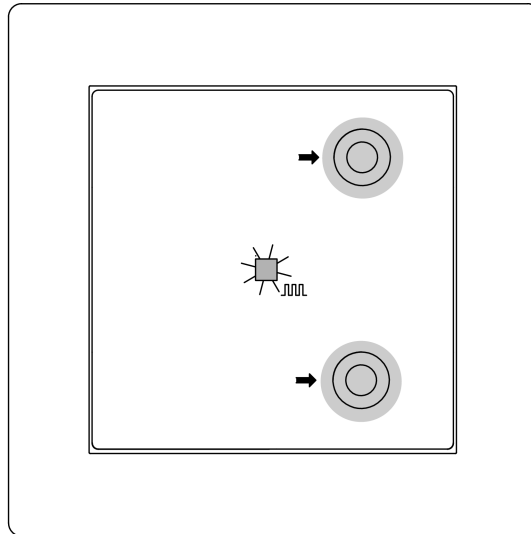
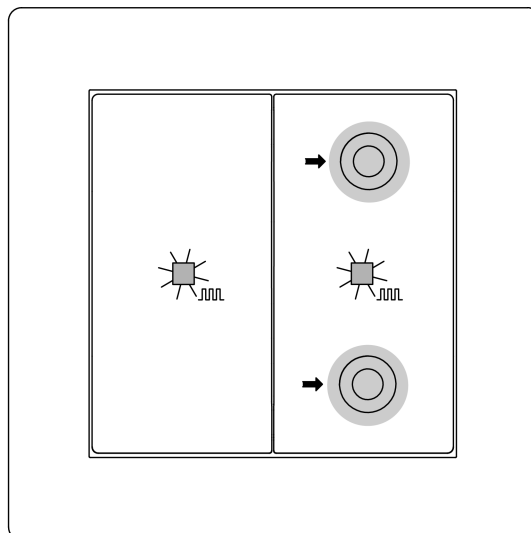

Bild 5: Programmiermodus aktivieren (1fach)
Bild 6: Programmiermodus aktivieren (2fach)
Physikalische Adresse und Applikationsprogramm programmieren 1fach (siehe Bild 5) und 2fach (siehe Bild 6)
- **Programmiermodus aktivieren:** Taste oben rechts und Taste unten rechts gleichzeitig drücken und für > 4 Sekunden halten bei 1fach (siehe Bild 5) und 2fach (siehe Bild 6).